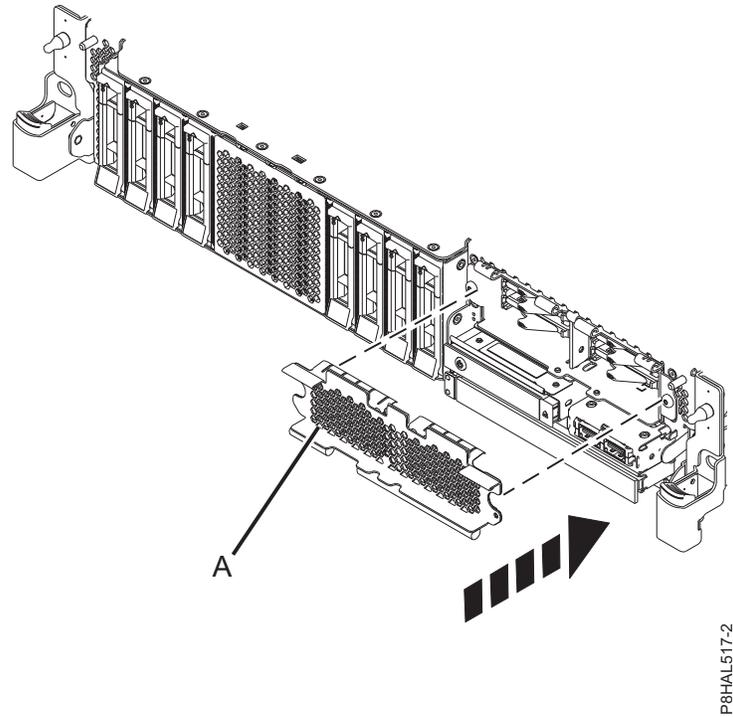

図 81. 拡張機能 システム内の SSD ケージのカバー
9. 該当する場合は、91 ページの図 81 に示すように穴開きプレート (**A**) で SSD ケージを覆います。